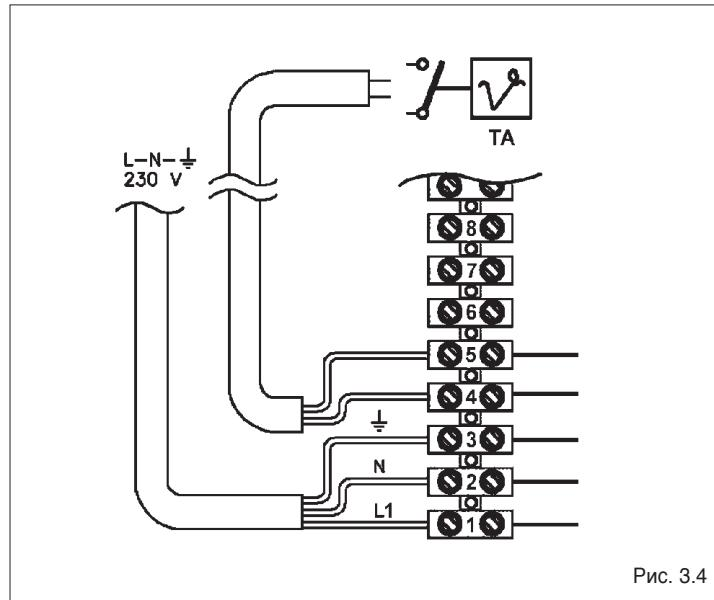

Рис. 3.4
- Подключение регулятора комнатной температуры показано (TA) (Рис. 3.4).